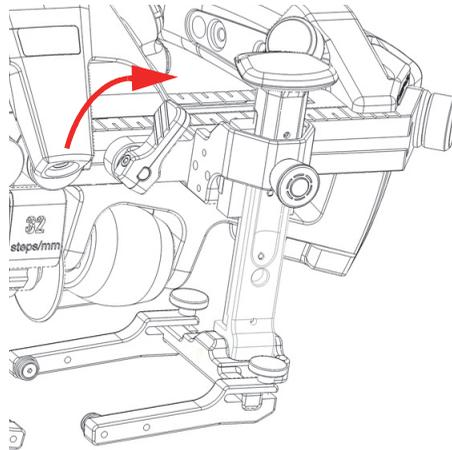

図 2-11 ロックされた状態のポジションレバー
3. ポジションレバーを時計回りに回して、プローブホルダーを所定の位置にロックします（47 ページの図 2-11）。